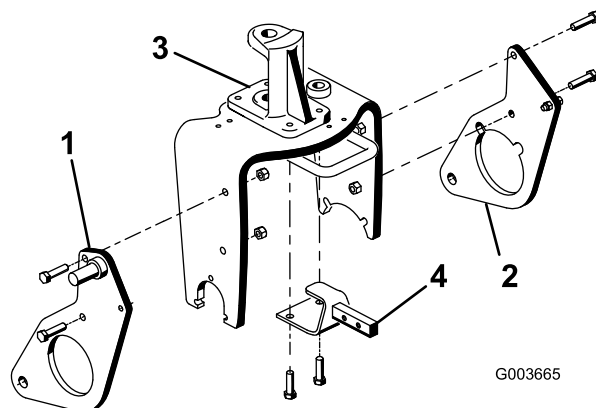

図 6
- (1/2 x 2 インチ) を参照し、ボルト2本 (図 6) とロックナットを使って、右側プラウ・プレートをキャスタ・フォークの右側に仮止める。この時点ではまた本締めしないこと。
- 同じ要領で、左側プラウ・プレートの取り付けも行う (図 6)。
- ステアリング・ピボットをキャスタ・フォーク上部に固定しているボルト2本を外して捨てる (図 6)。
- キャスタ・フォークの穴とステアリング・ピボット取り付け穴を使って、ヒッチ・フレーム・ブラケットをキャスタ・フォークの下側に取り付け、ボルト2本 (1/2 x 1-3/4 インチ) で固定する (図 6)。すき間が足りなくて作業しにくい場合は、タイヤの空気を少し抜いてすき間を作る。